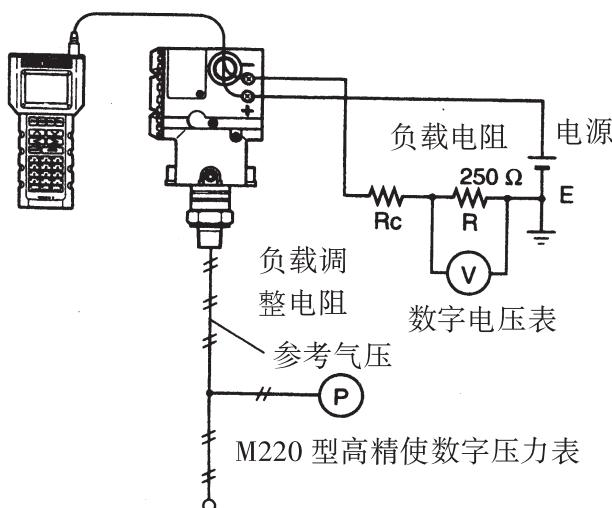

图 9.3.1 仪表连接
1) 按图 9.3.1 所示，连接好各仪表，并通电预热至少五分钟。